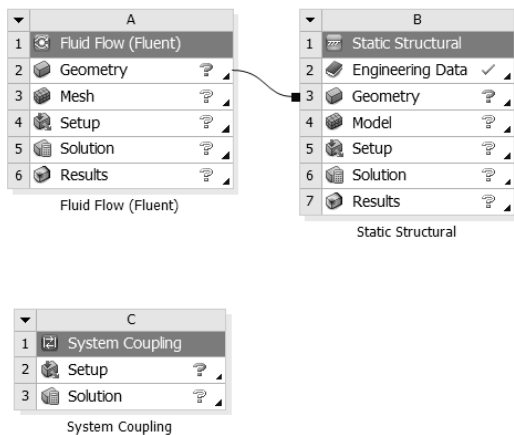

图 1-37 工程数据传递
Step4：创建好三个项目后，单击 A2:Geometry 不放，直接拖曳到 B3:Geometry 中，如图 1-37 所示。